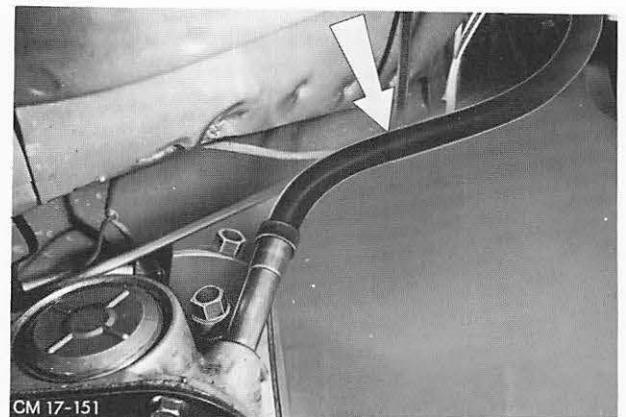

Abb. 28 Öleinfüllrohr
14. Getriebeflansch-Schrauben (8) entfernen und Öleinfüllrohr herausziehen. Abb. 28. Um das Getriebe vor Verschmutzung zu schützen, Öleinfüllöffnung verschließen. Getriebe vorsichtig herausheben.